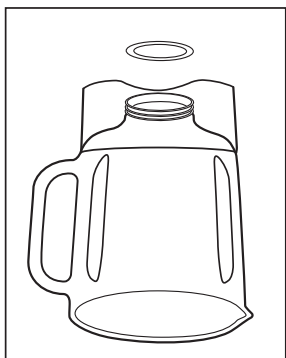

FIGURE 1
1. Renverser le récipient la petite ouverture vers le haut (*Figure 1*).
2. Poser la rondelle d'étanchéité sur l'ouverture du récipient (*Figure 1*).